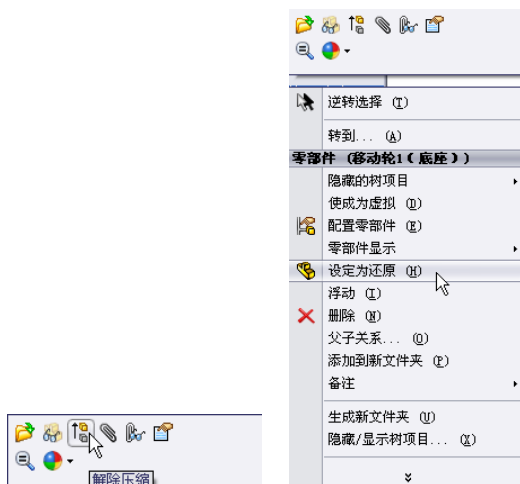

图 11-112 系统快捷菜单
① 选择需要还原的零件。在“FeatureManager 设计树”中，左键单击被轻量化或者压缩的零件，此时系统弹出如图 11-112 左图所示的系统快捷菜单。
② 选择需要还原的零件。在“FeatureManager 设计树”中，右键单击被轻化的零件，此时系统弹出如图 11-112 右图所示的系统快捷菜单。设置为还原状态。在其中单击“设定为还原”选项，则所选的零部件将处于正常的显示状态。